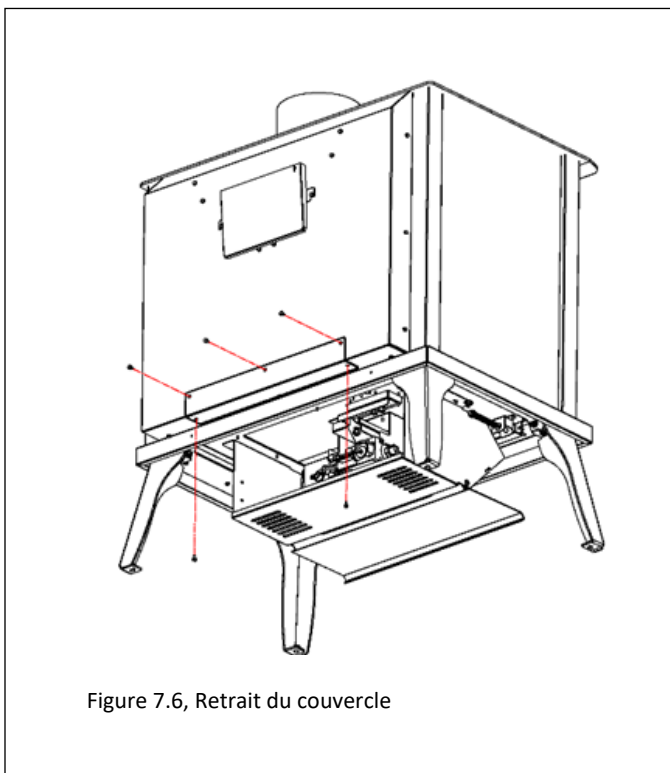

Figure 7.6, Retrait du couvercle
1. Retirez la plaque de recouvrement et conservez les vis (Figure 7.6).